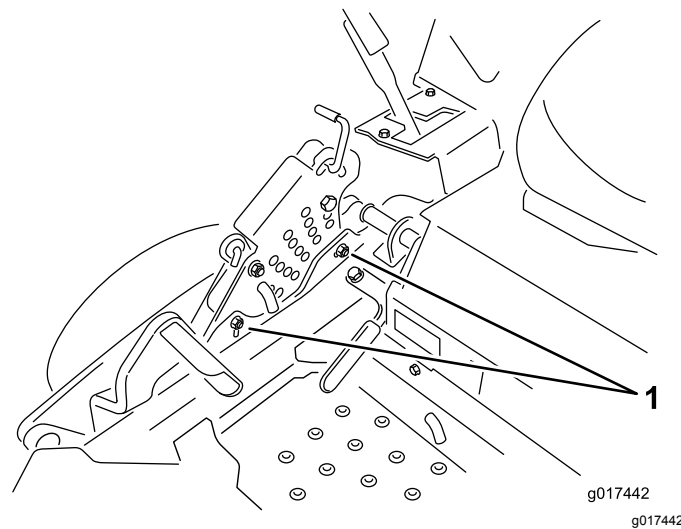

Figura 75
12. Para ajustar el sistema de ajuste de un solo punto, afloje los 2 pernos situados cerca del borde inferior de la pletina de altura de corte (Figura 75).
14. Apriete los 2 pernos en el borde inferior de la pletina de altura de corte (Figura 75).